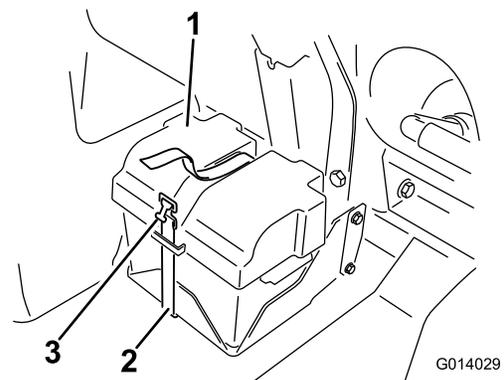

Figura 82
2. Retire la tapa de la batería y desconecte el cable negativo de tierra (negro) del borne de la batería (Figura 82).
4. Instale la tapa de la batería y sujétela con la correa que retiró anteriormente (Figura 82).